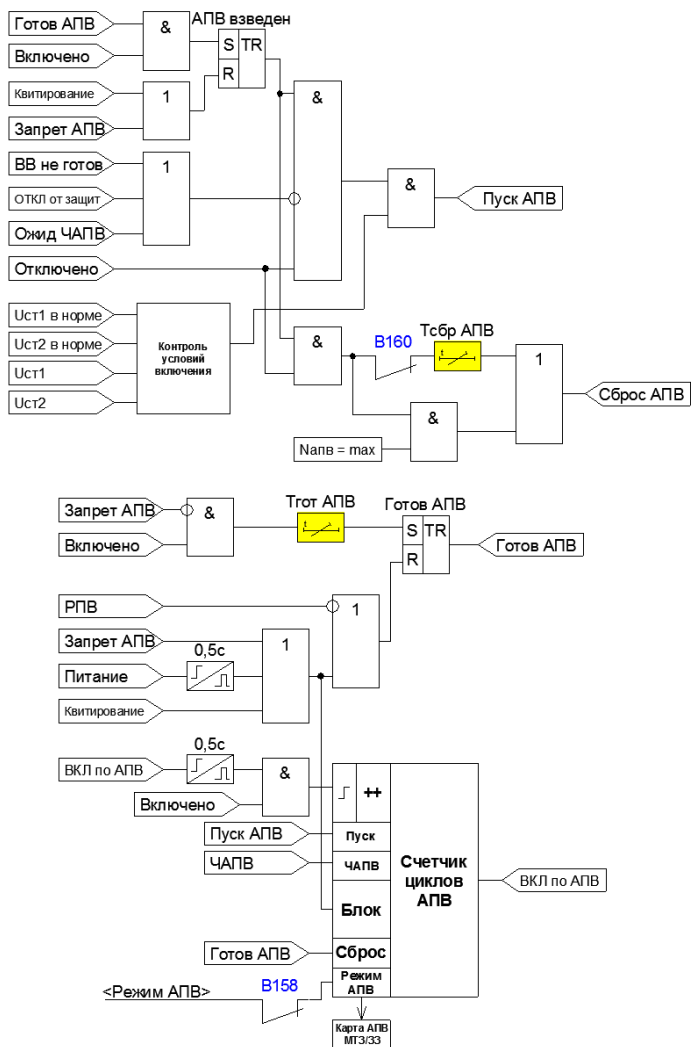

Рисунок 4.2.3 – Функциональная схема АПВ
- после включения ВВ набрана выдержка времени готовности, появился сигнал готовности и выключатель продолжает оставаться включенным (Рисунок 4.2.3);